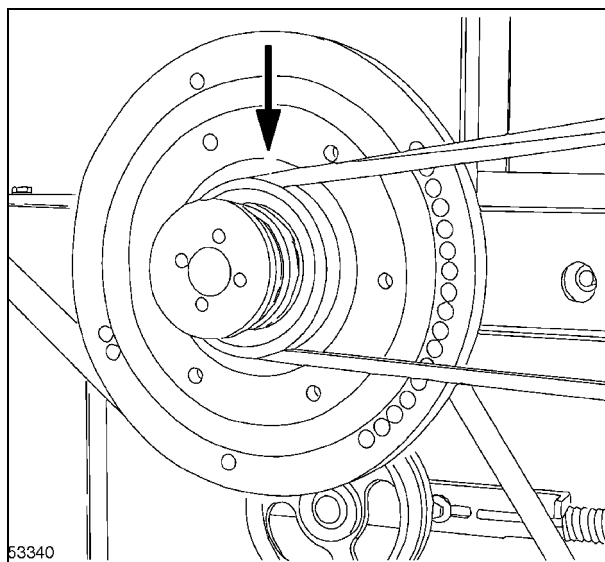

Рис. 44
**36. Главная муфта - Рис. 44**